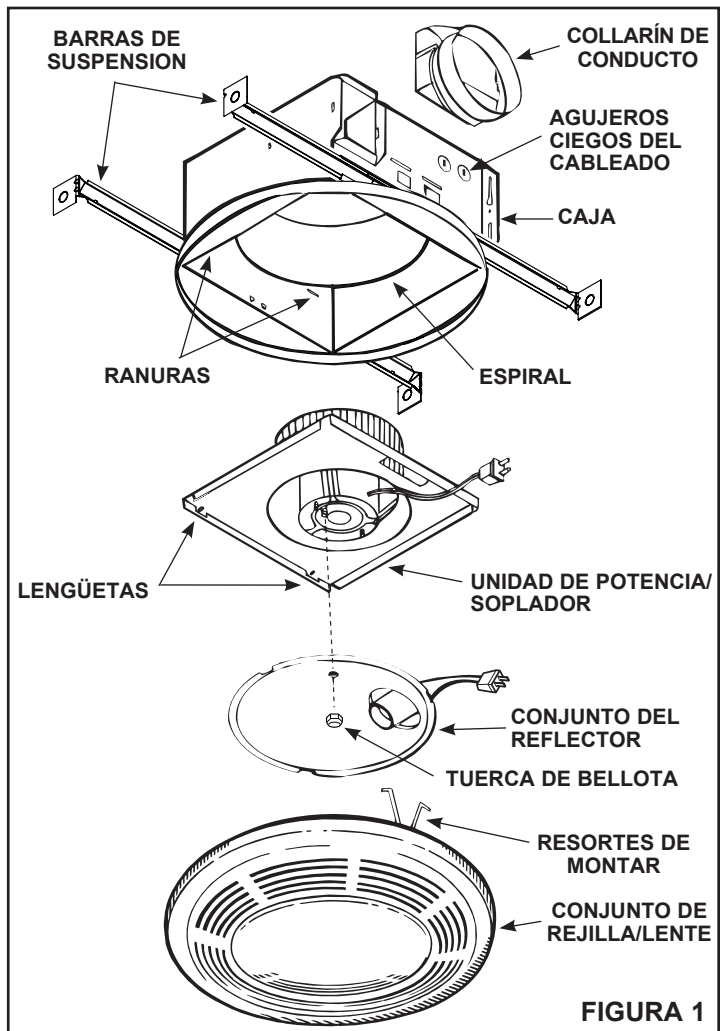

FIGURA 1
1. **Refiérase a la Figura 1.** Saque el conjunto de la unidad de potencia/soplador de la caja.
1. Refiérase a la **Figura 1**. Coloque la unidad de potencia/soplador en la caja para que las lengüetas de la placa de montaje se inserten en las ranuras de la caja.
4. Refiérase a la **Figura 1**. Saque la unidad de potencia/soplador de la caja.